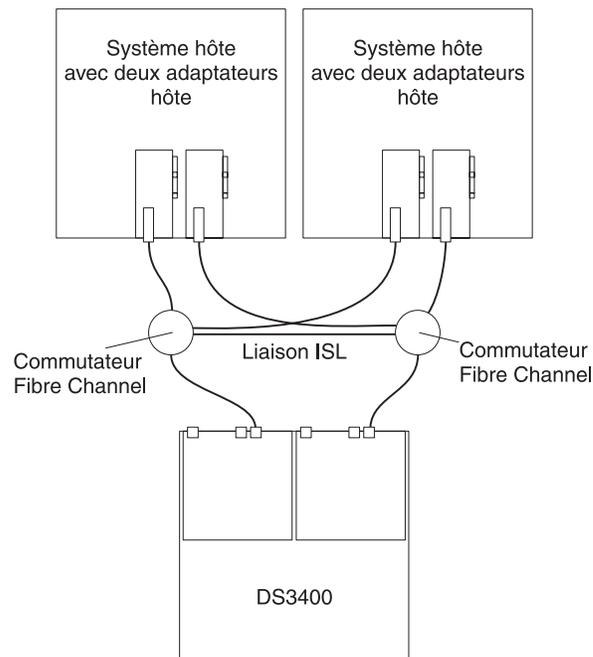

Figure 46. Exemple de configuration avec une seule matrice SAN
- Configuration d'une seule matrice SAN, comme illustré dans la figure 46
Dans la figure 46, les commutateurs Fibre Channel sont connectés l'un à l'autre via la liaison ISL (Inter-Switch Link) de façon à former une seule matrice SAN.